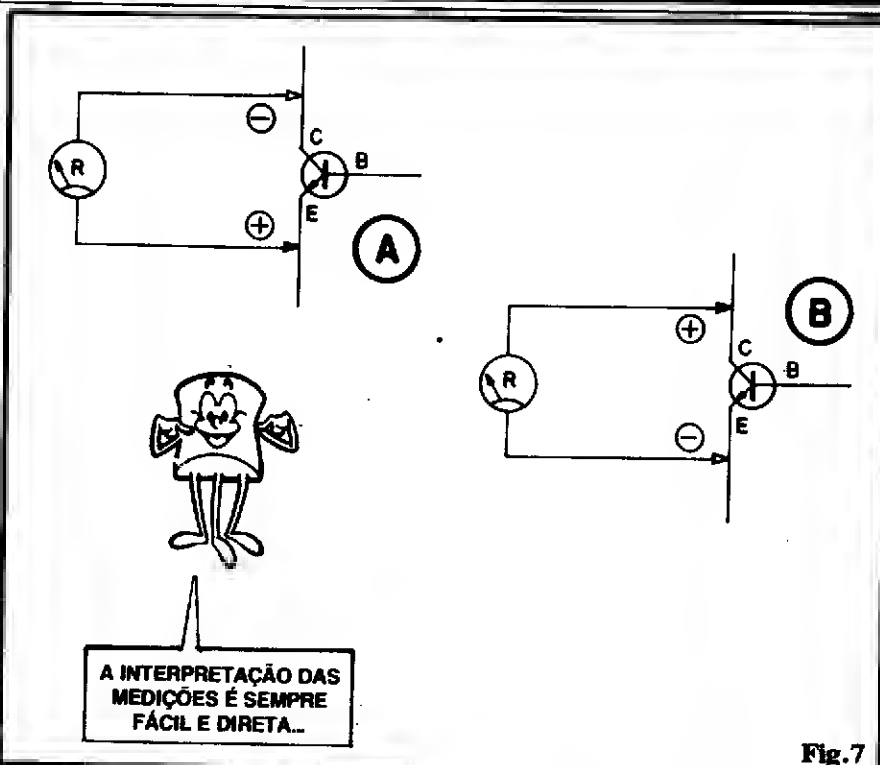

Fig.7
- FIG. 7 - Numa avaliação puramente resistiva das junções entre **coletor** e **emissor** (tanto num transistor PNP, quanto num NPN...), as medições de Resistência, qualquer que seja a polaridade relativa das pontas de prova do instrumento, devem dar
resultados **altos** (indicando um transistor aparentemente BOM...). Indicações de R **baixa**, tanto na condição da fig. 7-A quanto na de 7-B, significarão que pelo menos um dos "diodos internos" do transistor em questão estará "em curto" (componente "dançado"...).